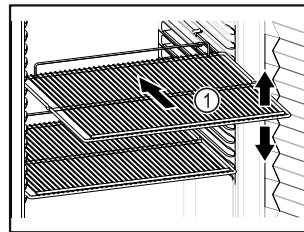

Fig. 50 Примерное изображение
- ❑ Если полки для хранения Fig. 50 (1) можно переставлять, отрегулируйте высоту их установки.